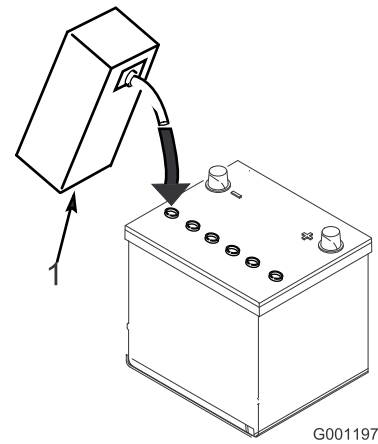

Figura 22
2. Llene cuidadosamente cada celda con electrolito hasta que las placas estén cubiertas de aproximadamente 1/4 pulgada (6 mm) de fluido (Figura 22).
3. Espere unos 20–30 minutos para que el electrolito penetre en las placas. Rellene si es necesario para que el electrolito llegue a una distancia de aproximadamente 1/4 pulgada (6 mm) del fondo del hueco de llenado (Figura 22).